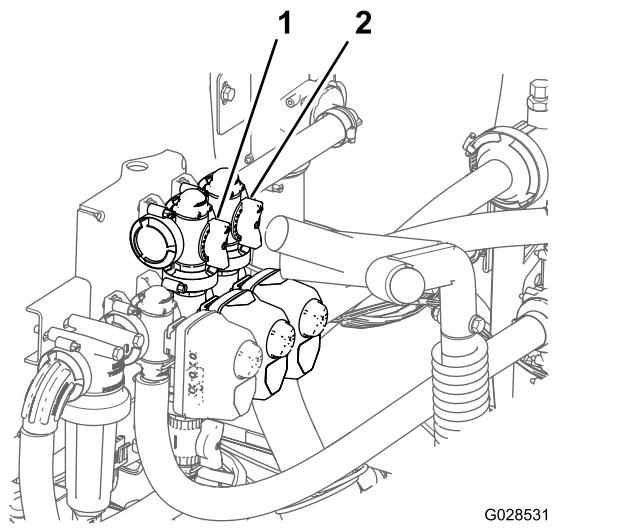

Figure 76
11. Réglez la vanne de dérivation (Figure 76) à l'arrière de la vanne d'agitation jusqu'à ce que la pression indiquée soit 6,9 bar.
- Pour le **modèle HDX-Auto**, sélectionnez la position de stationnement (P).
8. Déplacez la poignée de dérivation générale des rampes de manière à réguler l'agitation à l'intérieur de la cuve (Figure 76).